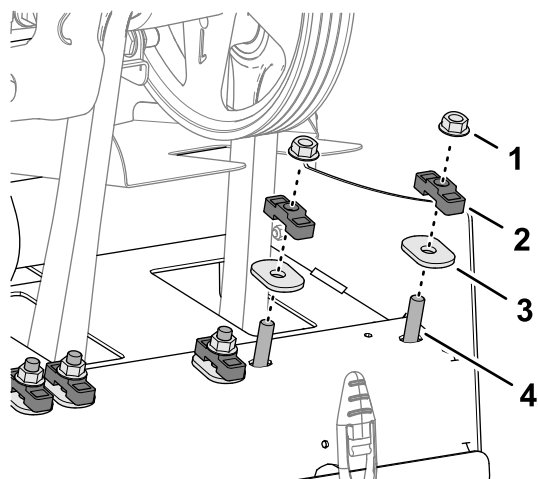

図 132
1. ロトリックのダンパーシャフトをマシンの後部フレームに固定しているフランジロックナット2個を外す 図 132。